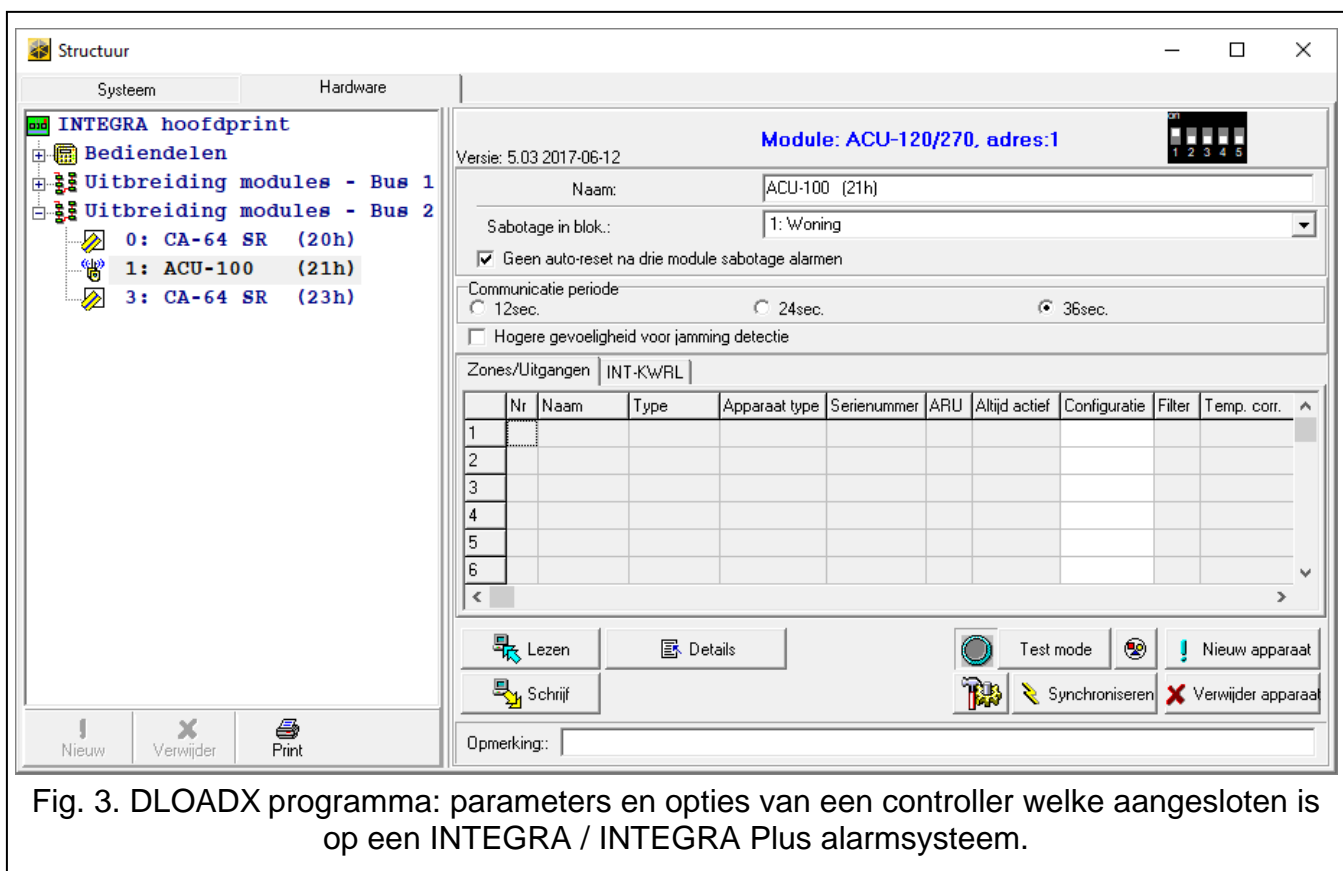

Fig. 3. DLOADX programma: parameters en opties van een controller welke aangesloten is op een INTEGRA / INTEGRA Plus alarmsysteem.
- INTEGRA / INTEGRA Plus – in het "Structuur" scherm, "Hardware" tabblad na het klikken op de controllernaam in de lijst met apparaten (Fig. 3);